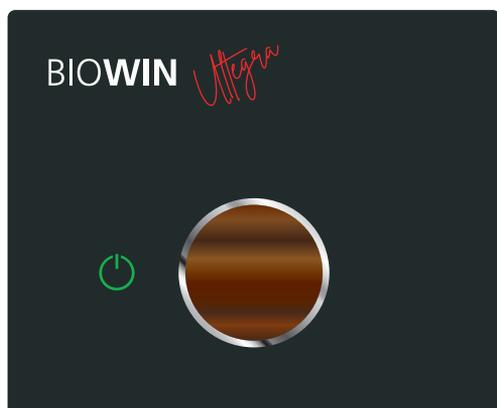

Fig. 27 BioWIN Ultegra désactivé
- ▶ Avant d'ouvrir les portes de revêtement, éteindre impérativement la chaudière au préalable avec le bouton myMagic  et attendre que la phase d'extinction soit terminée, le symbole  s'allume en permanence et le cercle coloré est éteint (env. 20 min.) – Fig. 27.